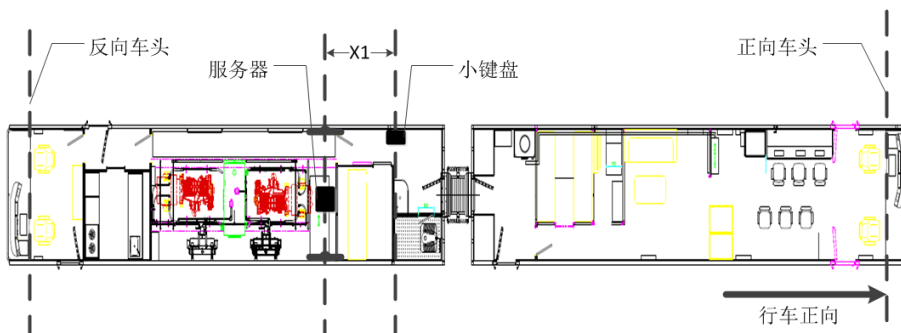

图 4-11 小键盘安装示例 1
- ① 2 个（或单独 1 个）小键盘安装于定位断面同一侧，如图 4-11 所示（多见于轨检车）：